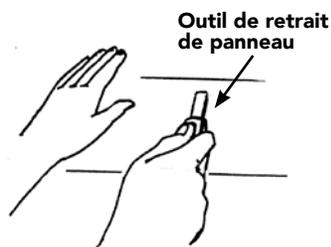

Figure 74
- Glisser l'outil de retrait sous le bord inférieur du panneau surmontant celui qui sera remplacé, puis le détacher du panneau abîmé (Figure 74).